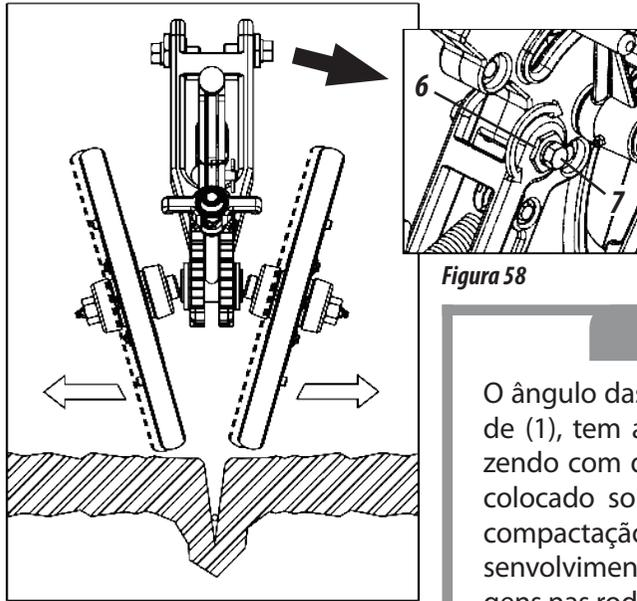

Figura 58
- 1- Solte os parafusos (7), gire as referidas buchas (6), com uma chave para atuação das rodas e alinhamento das mesmas com sulco posicionando maior ou menor quantidade de solo lateralmente a semente, **conforme mostra a figura 58.**